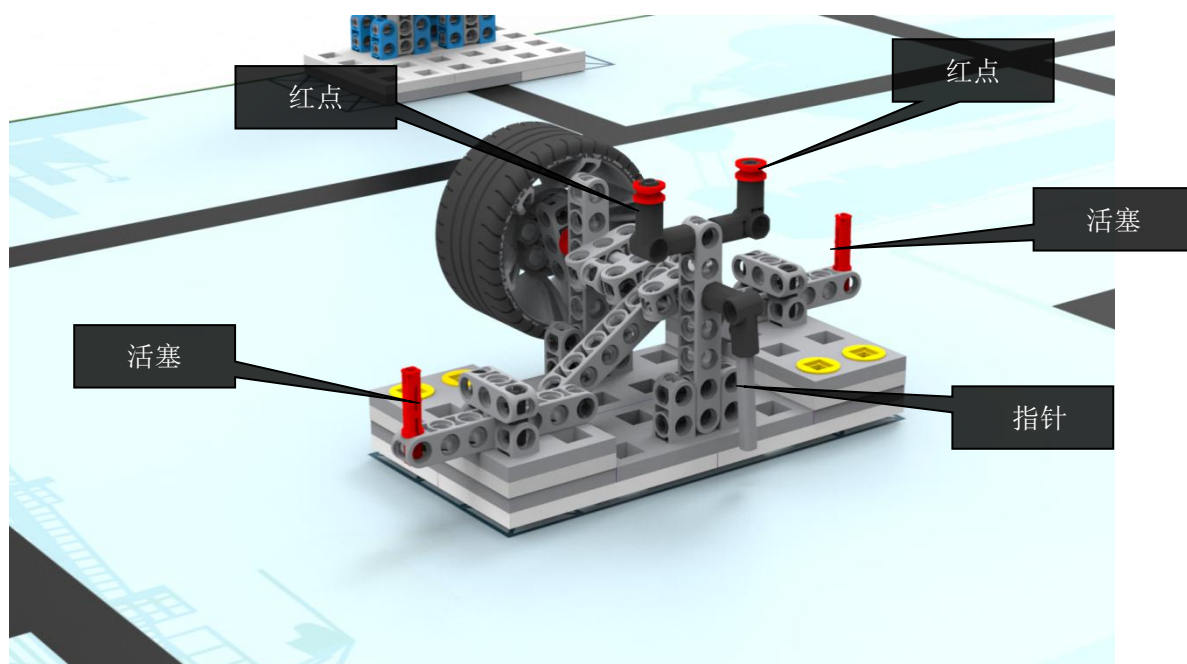

图 8 蒸气机模型
2.8.1 二层场地上放置一台蒸气机模型，指针初始状态是垂直向下，如图8所示。